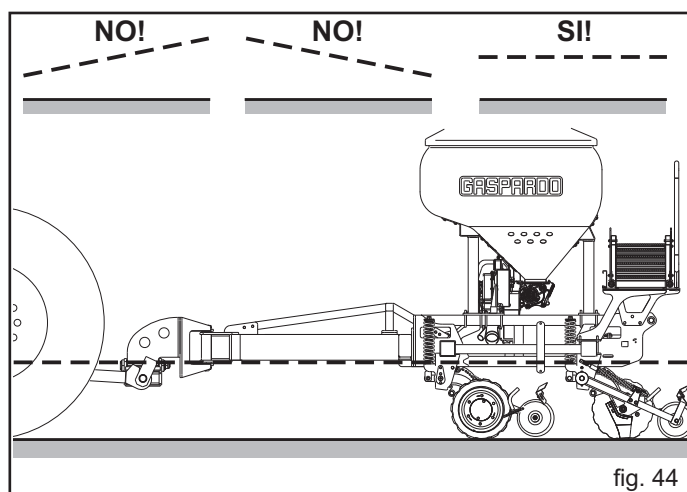

fig. 44
- 5) assurez - vous que la machine travaille toujours avec le châssis en position horizontale (Fig. 44); dans cette position seulement, la charge de la machine sera répartie de façon égale sur les deux groupes d'éléments qui sèment.